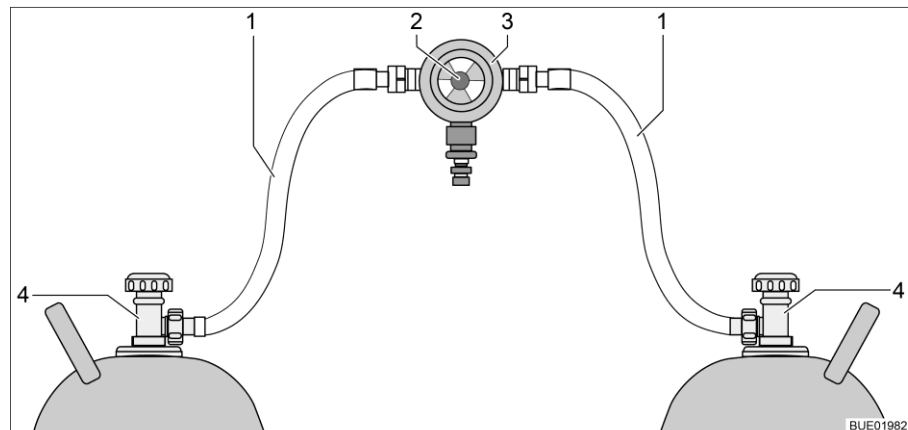
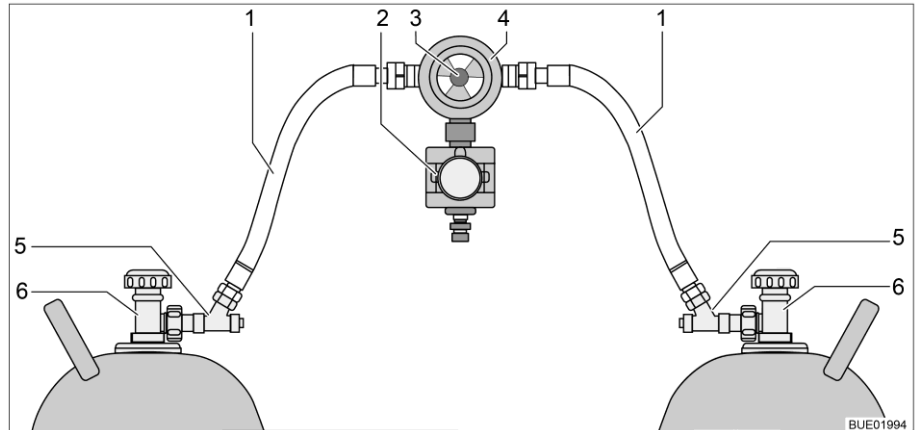

Bild 132 Gasflaschen-Umschaltanlage
Bild 133 Gasflaschen-Umschaltanlage mit CPU
Die Gasflaschen-Umschaltanlage besteht aus einem kombinierten Gasdruckregler mit Umschaltventil und Anzeige (Bild 132,3). Die Gasflaschen-Umschaltanlage ist zwischen den beiden Gasschläuchen (Bild 132,1) montiert.
Die Gasflaschen-Umschaltanlage besteht aus einem kombinierten Gasdruckregler mit Umschaltventil und Anzeige (Bild 133,4) und einem Elektroventil (Bild 133,2). Das Elektroventil sperrt bei Vollbremsung, Unfall oder ungewöhnlich großer Schräglage die Gaszufuhr zum Fahrzeug. Die Gasflaschen-Umschaltanlage ist zwischen den beiden Gasschläuchen (Bild 133,1) mit Schlauchbruchsicherungen (Bild 133,5) montiert.
Mit dem Drehknopf (Bild 132,2 bzw. Bild 133,3) an der Gasflaschen-Umschaltanlage lässt sich bestimmen, welche der Gasflaschen als Betriebsflasche und welche Gasflasche als Reserveflasche verwendet wird.
An der Bedieneinheit (Bild 134) können nur die elektrischen Funktionen geschaltet werden. Die Haupt-Absperrventile der Gasflaschen (Bild 132,4 bzw. Bild 133,6) müssen von Hand geöffnet oder geschlossen werden.
- Haupt-Absperrventile an den Gasflaschen (Bild 132,4 bzw. Bild 133,6) öffnen.
- Schlauchbruchsicherungen (Bild 133,5) nacheinander 10 Sekunden lang drücken.
- Mit dem Drehknopf (Bild 132,2 bzw. Bild 133,3) an der Umschaltanlage die Gasflasche wählen, der vorrangig das Gas entnommen werden soll (Betriebsflasche). Drehknopf immer bis zum Anschlag drehen.
- Haupt-Absperrventile an den Gasflaschen (Bild 132,4 bzw. Bild 133,6) schließen.